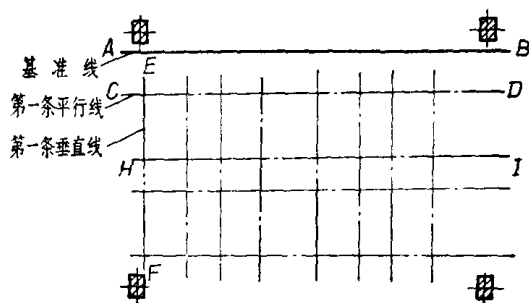

图5 平行线和垂直线
2. 垂直线及平行线: 弹好了基准线,就可按照排车图上车脚螺栓中心连结线的位置,弹出第一条平行于基准线的车脚螺栓中心线 CD ,如图5所示。作 CD 线的垂直线 EF ,它就是另一方向的第一条车脚螺栓中心线。 HI 表示另一条车脚螺栓中心线。然后再顺序弹出横向和纵向的有关线条(短